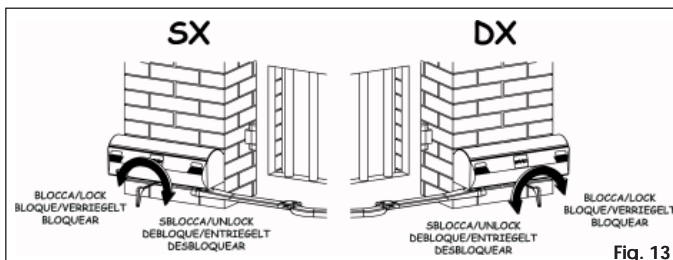

Fig. 13
- Introduzcan la llave Allen en dotación y den aproximadamente media vuelta hasta el tope en el sentido indicado en la Fig. 13 en relación al tipo de montaje.
- Introduzcan la llave Allen en dotación y den aproximadamente una media vuelta hasta el tope en el sentido indicado en la Fig. 13 en relación al tipo de montaje.